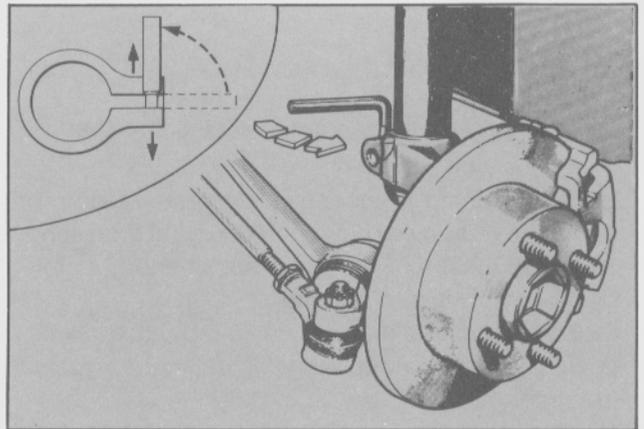

Fig. 19. Colocación de la herramienta especial para liberar el portamaza
- Colocar la herramienta especial T84G-3105-BAS en la ranura del portamaza y girarla 90° (Fig. 19).